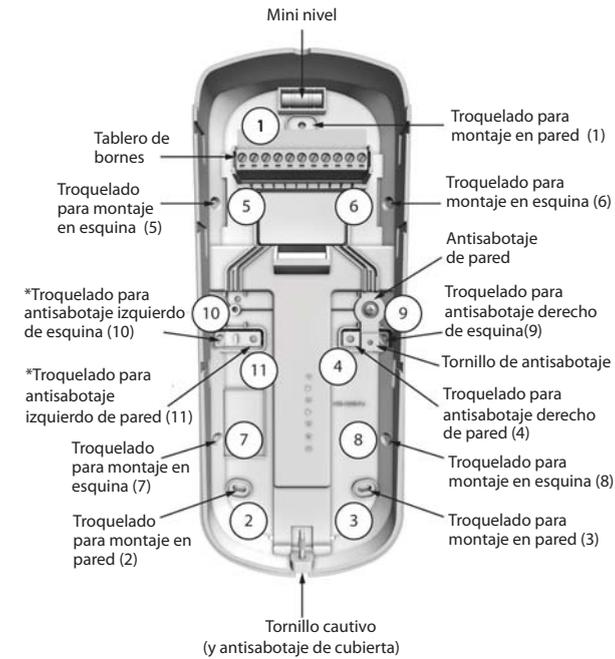

Figura 2: Componentes de la cubierta posterior NVX80
- Prepare la cubierta posterior para una instalación en la pared perforando los orificios de troquelado apropiados (vea la Figura 2). Para instalaciones en la pared: perfóre los orificios 1, 2 y 3, y el antisabotaje de pared 4. Para instalaciones en la esquina: realice los orificios 5, 6, 7 y 8, y el del antisabotaje de pared (9).
- Usando un tornillo, asegure el interruptor antisabotaje a la cubierta posterior. (vea la Figura 2, "Tornillo antisabotaje")